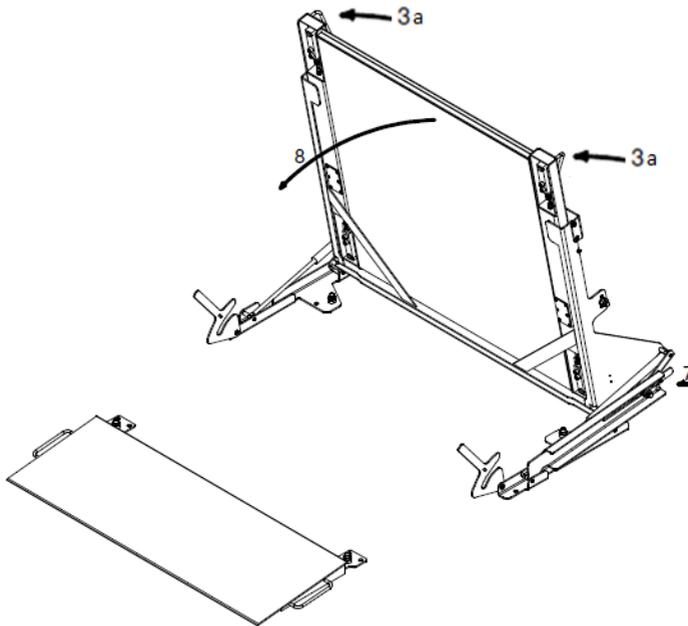

Abbildung 23. Griffe und Richtung zum Herunterlassen der Plattform
2. Mit den Griffen 3a lassen Sie die Plattform gemäß der markierten Richtung 8 (Abbildung 23) herunter.